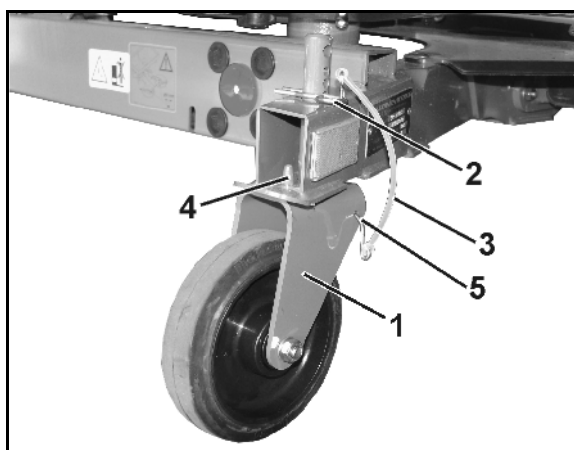

Рис. 43
6. Неподвижное заднее колесо с тормозом (Рис. 43)
- o установите и застопорите пружинным зажимом в самом нижнем отверстии для фиксации (Рис. 43/1), или
При монтаже неподвижного колеса обратите внимание на то, чтобы палец (Рис. 43/4) вошел в отверстие рамы и, тем самым, удерживал колесо в продольном направлении.